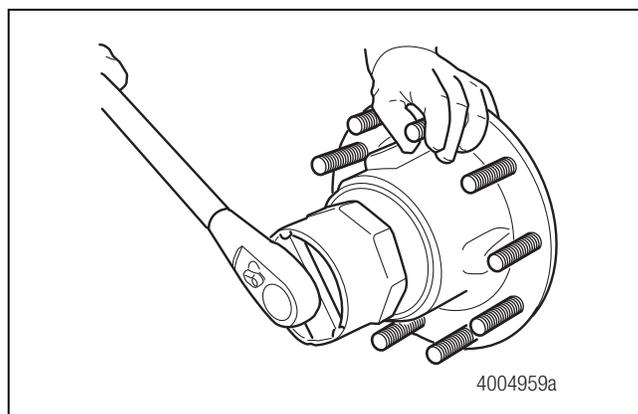

Figura 3.11
5. Retire la tapa de la maza. Figura 3.11.